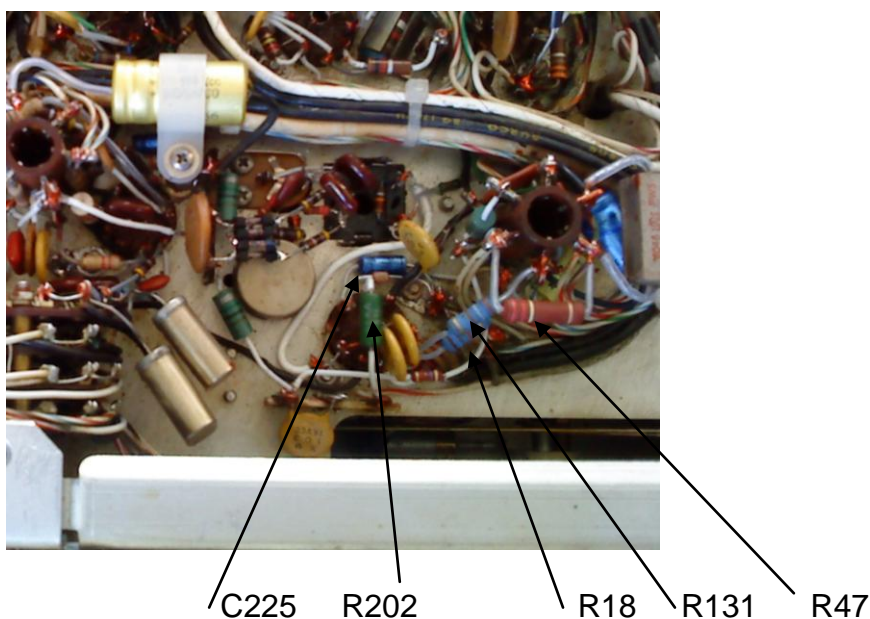

Fig.12
- On supprime le condensateur céramique de 0.1uF C225 que l'on remplace par un condensateur électrochimique de 10uF 25V. : Fig.12